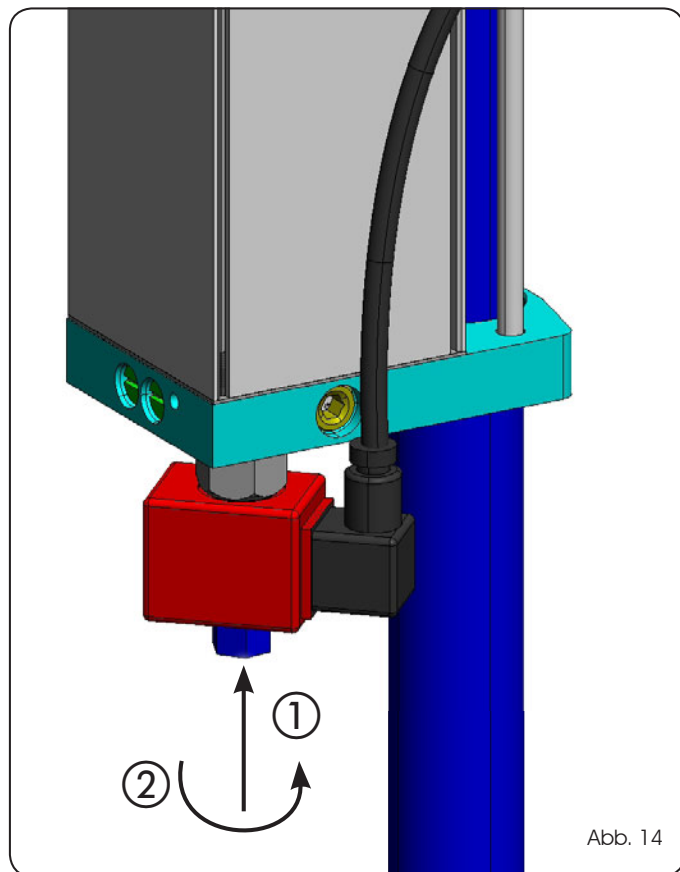

Abb. 14
2. Den sichtbaren Stift am Magnetventil bis zum Anschlag drücken (Abb. 14, Bez. ①)
3. Den Stift bis zum Anschlag drehen (siehe Abb. 14, Bez. ②).